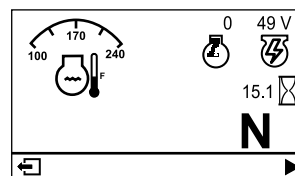

Figura 23
- **Pantalla principal de información (Figura 23):** muestra información actual de la máquina con la llave en la posición de CONECTADO.